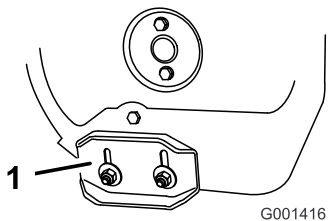

Bild 42
3. Lösen Sie die Muttern, mit denen beide Kufen an den Seitenplatten des Räumwerks befestigt sind, bis sich die Kufen leicht nach oben und unten verschieben lassen (Bild 42).